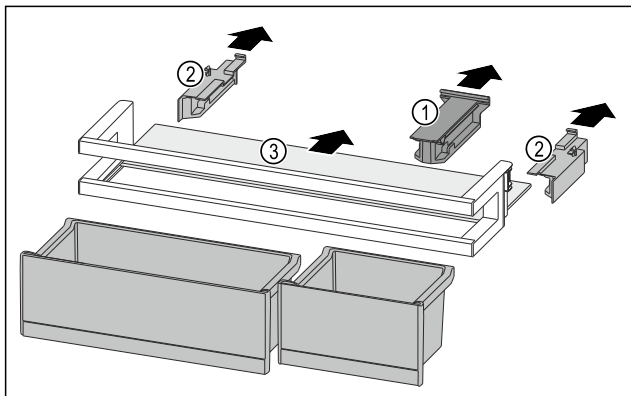

Fig. 140
- ▶ Držák Fig. 140 (1) stáhněte.
- ▶ Boční díly Fig. 140 (2) stáhněte.
- ▶ Odkládací plochu Fig. 140 (3) odeberte.